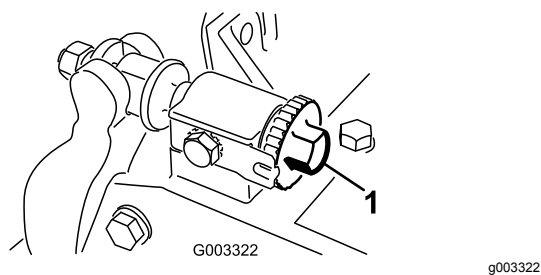

図 12
- ベッドバー調整ねじを左に回してベッドナイフとリールの接触をなくす **図 12**。